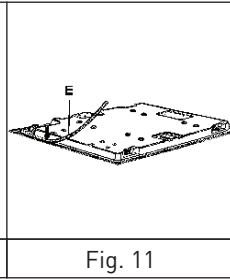

Fig. 11
- Retournez la plaque de cuisson et positionnez correctement le joint « E » (fig. 11) sous le pourtour de la plaque de cuisson, de telle manière que le côté extérieur du joint soit parfaitement aligné avec le bord extérieur de la plaque. Les extrémités des bandes doivent se rejoindre, sans toutefois se superposer.